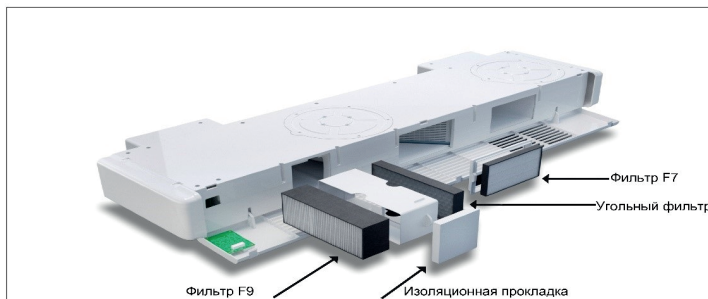

Рисунок 20 – Схема размещения фильтров
- извлечь рамку с фильтром утилизации класса F7, достать фильтр из рамки. (рисунок 20);